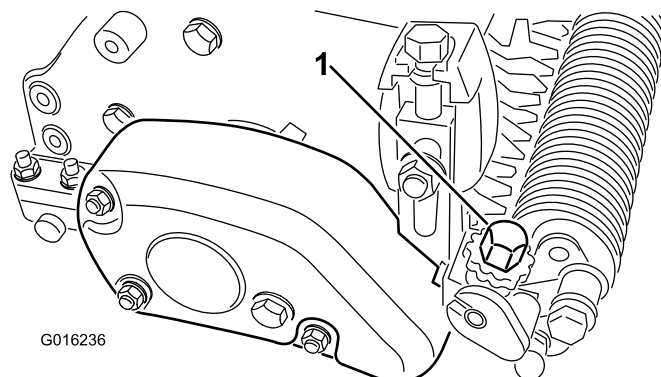

Рисунок 22
4. С одной стороны вала механической щетки измерьте расстояние от самой нижней кромки ножа щетки до рабочей поверхности. Поворачивайте ручку регулировки высоты механической щетки (Рисунок 22) для подъема или опускания кромки ножа на требуемую высоту уборки. Каждая метка на ручке регулировки соответствует примерно 0,08 мм глубины погружения механической щетки.